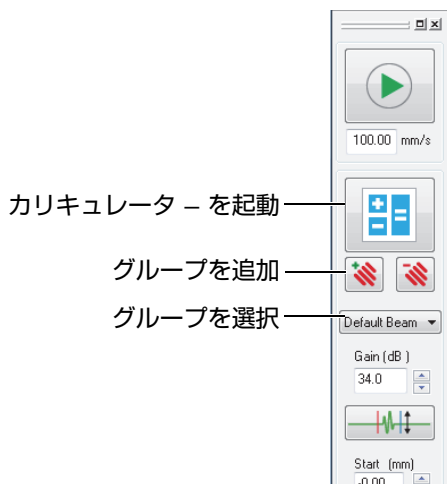

図 4-3 グループの追加または選択
1. ダッシュボードの  をクリックしてグループを追加します（104 ページの図 4-3）。
3. ダッシュボードで（104 ページの図 4-3）、次の手順に従います。